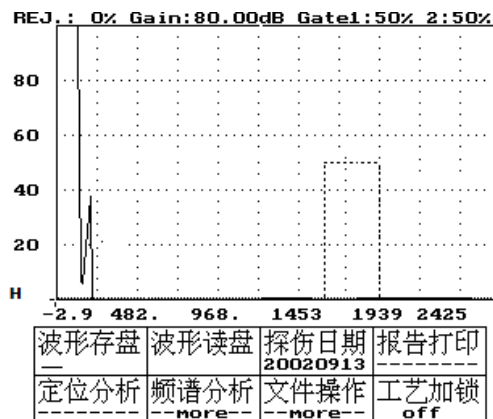

图 20-1
2. 按进入键——进入波形存盘功能，虚框变实框，同时在“波形存盘”下方有“—”光标，提示用户输入所需存储的波形文件名编号，如图 20-1 所示。